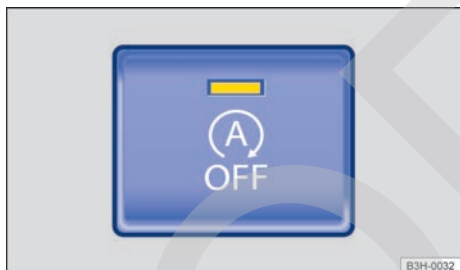

Fig. 133 En la parte inferior de la consola central: tecla del sistema Start-Stop.
- Para desconectar manualmente el sistema, pulse la tecla  situada en la consola central → fig. 133. Cuando el sistema Start-Stop está desconectado, se enciende el testigo de control de la tecla.
- Para volver a conectar manualmente el sistema, pulse de nuevo la tecla  de la consola central → fig. 133.